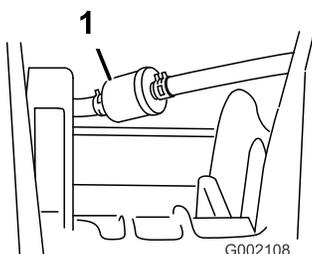

Figura 42
5. Retire las abrazaderas que sujetan el filtro de combustible a los tubos de combustible (Figura 42).